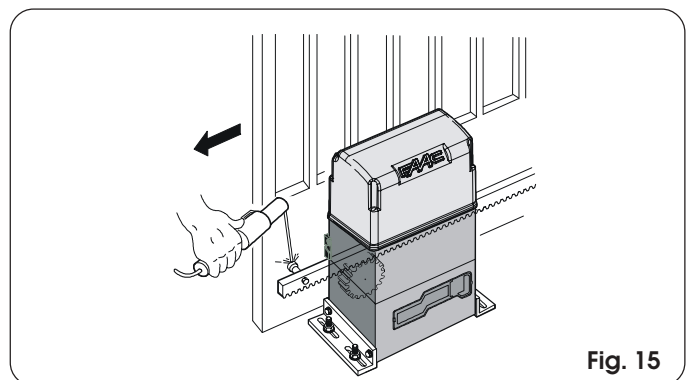

Fig. 15
- 3) Appoggiare sul pignone il primo pezzo di cremagliera a livello e saldare il nottolino filettato sul cancello come indicato in Fig. 15.